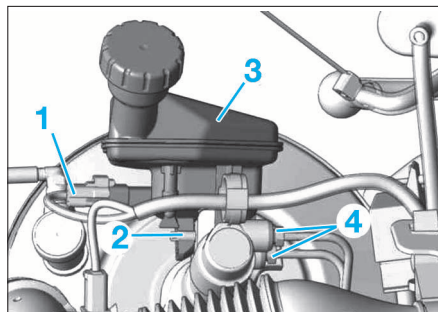

FIG.11
- Débrancher le connecteur (1) (Fig.11).